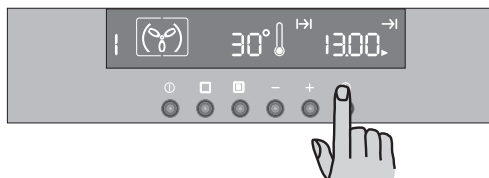

Рис. 14
- 2) Нажимайте кнопку ⏸ до тех пор, пока функция “окончание приготовления” → не будет выбрана и не замигает соответствующий символ. На дисплее высветится время окончания приготовления (то есть, текущее время + продолжительность приготовления - Рис. 14).